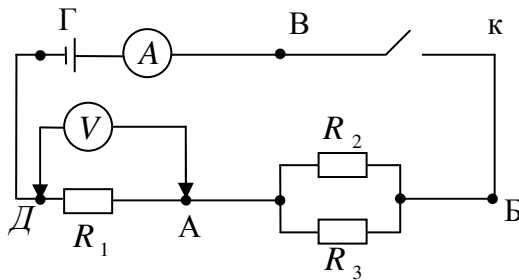

Рис. 4
1. Соберите цепь по схеме рис.4.